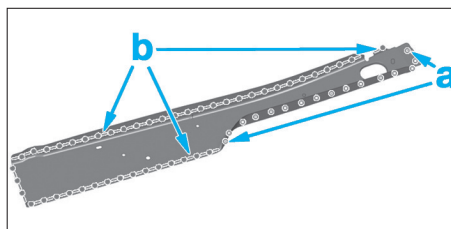
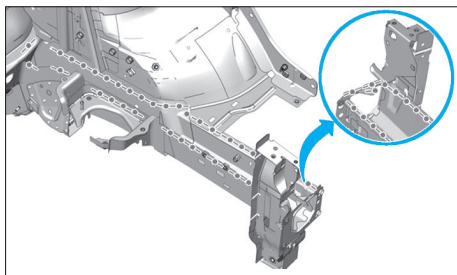

FIG. 15
FIG. 16
- Percer la pièce neuve de trous Ø 6,5 mm pour le soudage par points bouchons zone (a) (Fig.15).
- Préparer les zones d'accostage des pièces à assembler zone (b) (Fig.15) et (Fig.16).